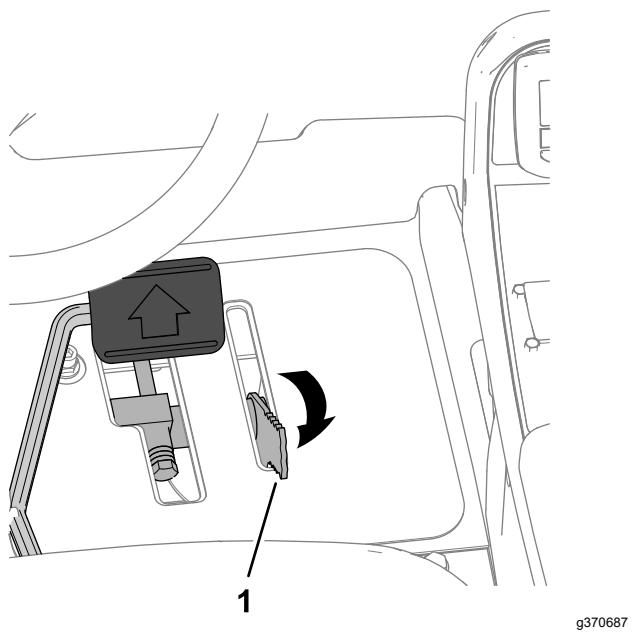

Figure 49
- Déplacez le limiteur de vitesse de tonte en arrière à la position TRANSPORT (Figure 49).